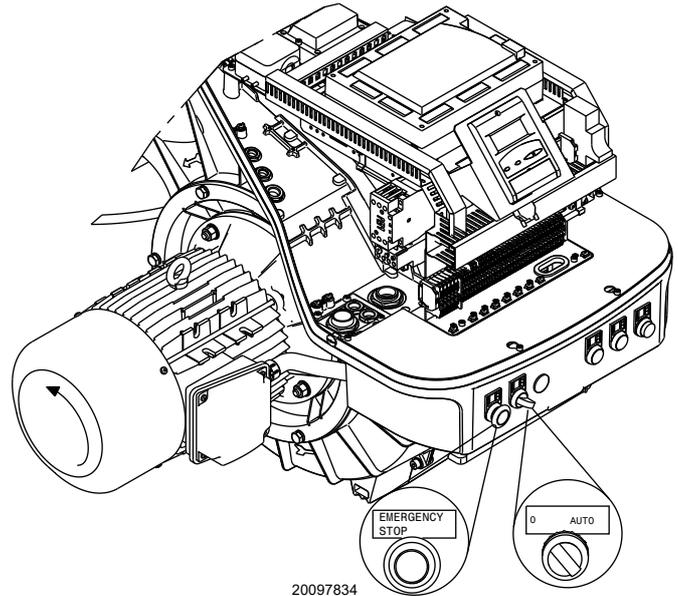

Abb. 26
Den Schalter auf die Position „**AUTO**“ (Abb. 26) stellen.
Beim Anlaufen des Brenners die Drehrichtung des Motors überprüfen, siehe (Abb. 26).
- Den Schalter auf Abb. 26 auf „**0**“ stellen und warten, bis das Steuergerät die Abschaltphase ausführt;